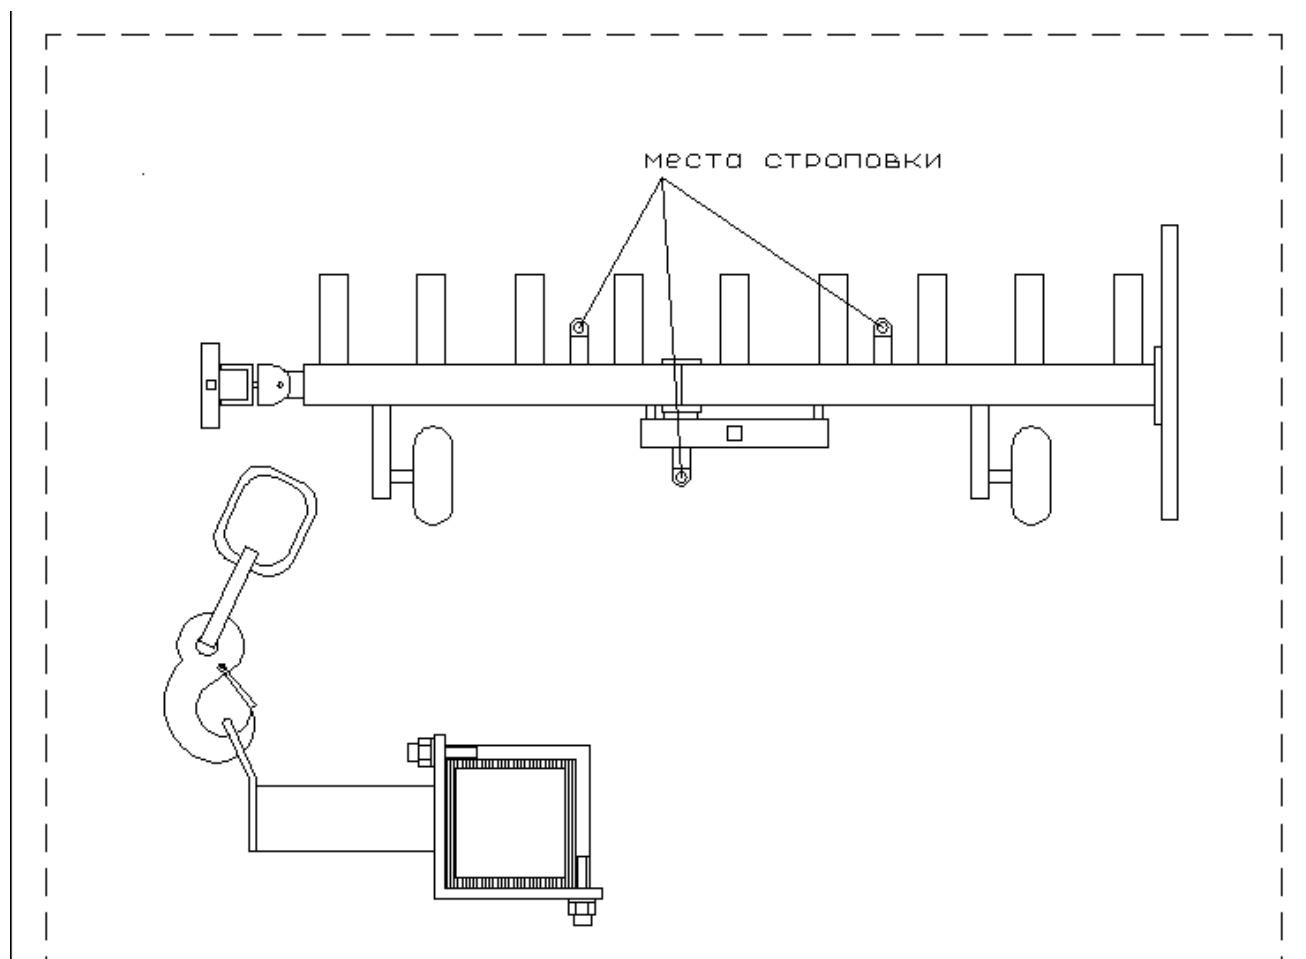

Рис.9 Схема строповки культиватора КМН-5,6/5,4.
7.2 Культиватор, закрепленный на стояночных стойках установить на ровную площадку (желательно на специальную площадку для регулировки сельхозмашин), используя грузоподъемное средство подъемностью не менее 1,5 тонны. (Рис.9).